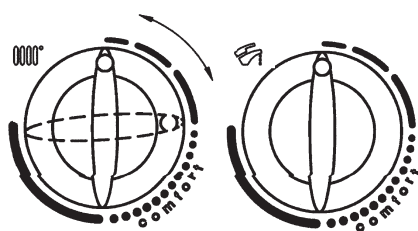

Fig. 21B
- 2) Starting in this position, quickly turn control knob 6 twice consecutively clockwise through about a 1/4 turn as shown in figure 21B.
- 2) lorsque le bouton 6 est sur cette position, faire deux rotations rapides et consécutives (~1/4 de tour) dans le sens des aiguilles d’une montre, comme le montre la figure 21B.